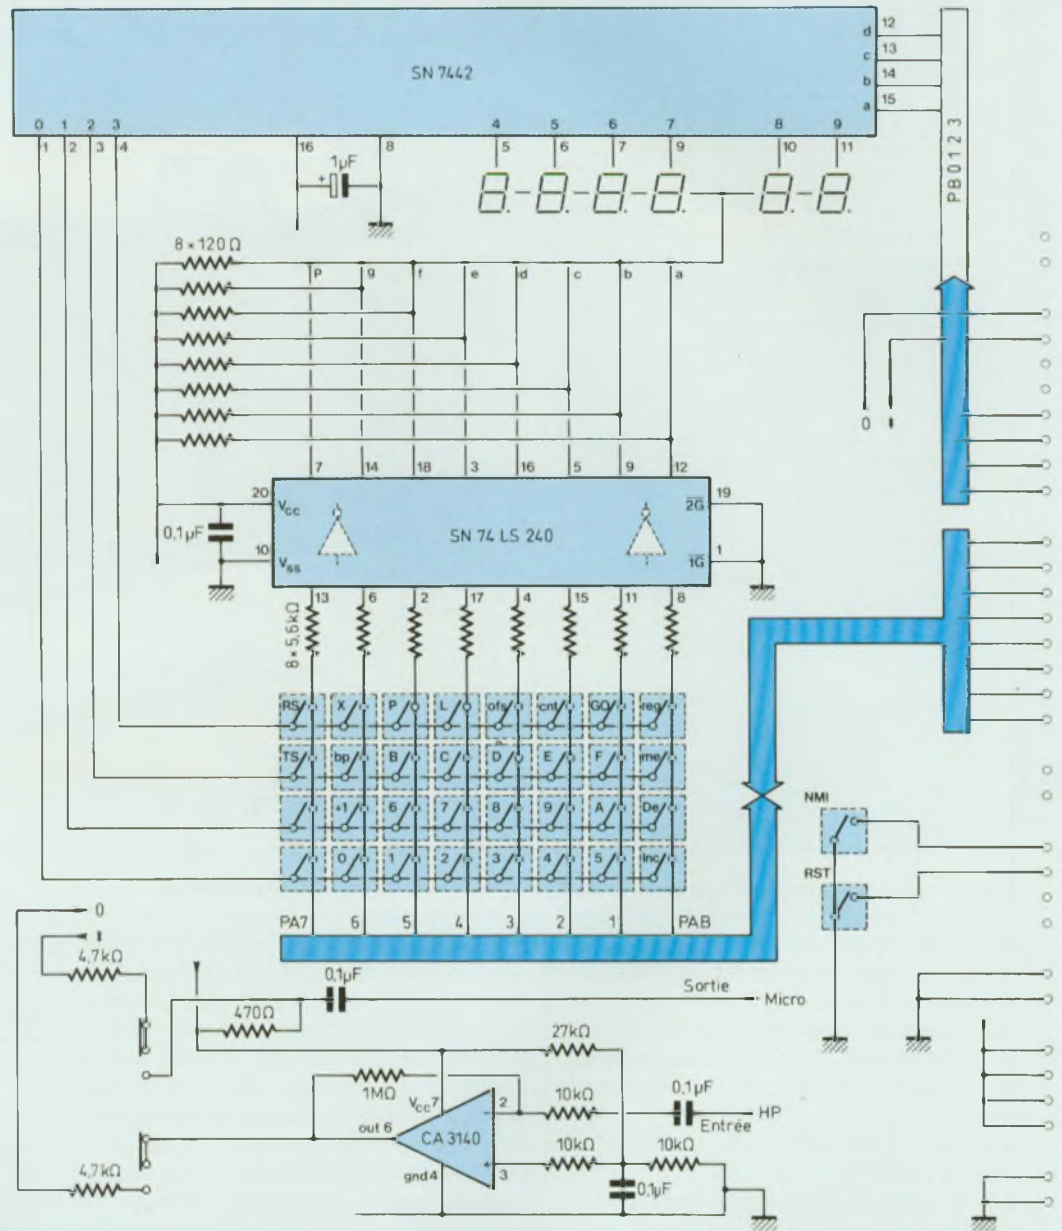

Fig. 2 : Schéma de principe du Microkit 09. On y retrouve la carte centrale et la carte périphérique.
**LA CARTE CENTRALE** comprend (fig. 2) :
Comme le montre la fig. 2, la carte "clavier" est liée à l'autre carte par un connecteur seulement. Celui-ci comprend l'alimentation (+ 5 V et 0 V), les 2 bits NMI et RST ainsi que les 2 ports de 8 bits (port A et port B).
Voici les connexions à réaliser pour sélectionner la vitesse d'échantillonnage de votre choix et pour verrouiller l'affichage, à la figure 2.